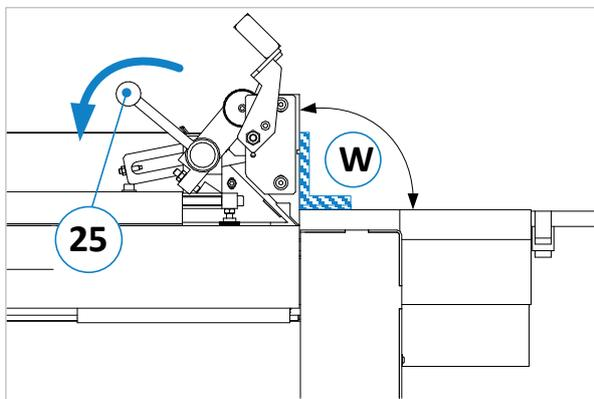

Figure 38 : vérifier l'angle de 90 degrés
1. Lorsque l'outil est bloqué (**24**) et que la position de départ est 0, placez une équerre de butée à 90° (**W**) sur la butée de dressage (voir \Rightarrow Figure 38) \rightarrow Si l'équerre n'est pas exactement à 90°, elle doit être réajustée.
3. Voir \Rightarrow Figure 38 : pour vérifier que vous tournez dans le bon sens, poussez fortement le levier de réglage (**25**) tout à l'arrière (la règle doit alors se soulever légèrement) et serrez le levier de blocage (**24**). Répétez les opérations 1. et 2. jusqu'à ce que l'angle soit correct.